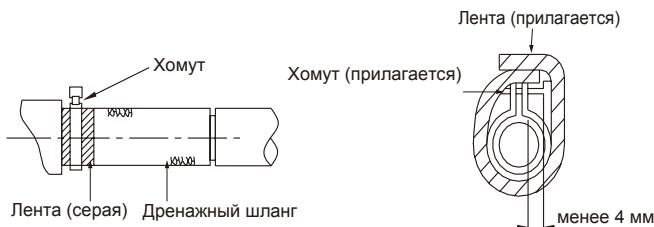

Рис.10
- (5) Используйте прилагаемые дренажный шланг (1) и хомуты (2). Вставьте дренажный шланг в дренажный разъем до серой ленты (Рис. 10)
- (6) Затягивайте хомут до тех пор, пока головка винта будет выступать менее 4 мм из рукава (Рис. 10).
- (7) Для изоляции оберните хомут на дренажном шланге большим изолирующим пакетом.
- (8) Заизолируйте дренажный шланг внутри помещения.